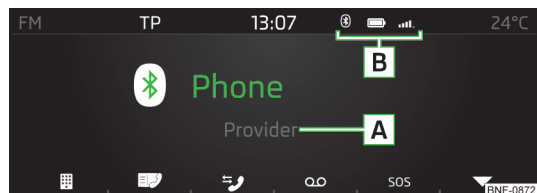

Fig. 108
- În meniul principal *Telefon*, acționați tasta funcțională 📞 » fig. 108 la pagina 93.
► Pentru **afișare**, apăsați în meniul principal *Telefon* tasta funcțională » **fig. 108 la pagina 93**.
- În meniul principal *Telefon*, acționați tasta funcțională ▼ » fig. 108 la pagina 93.
- Pentru **afișare**, apăsați în meniul principal *Telefon* tasta funcțională [d] » fig. 108 la pagina 93.